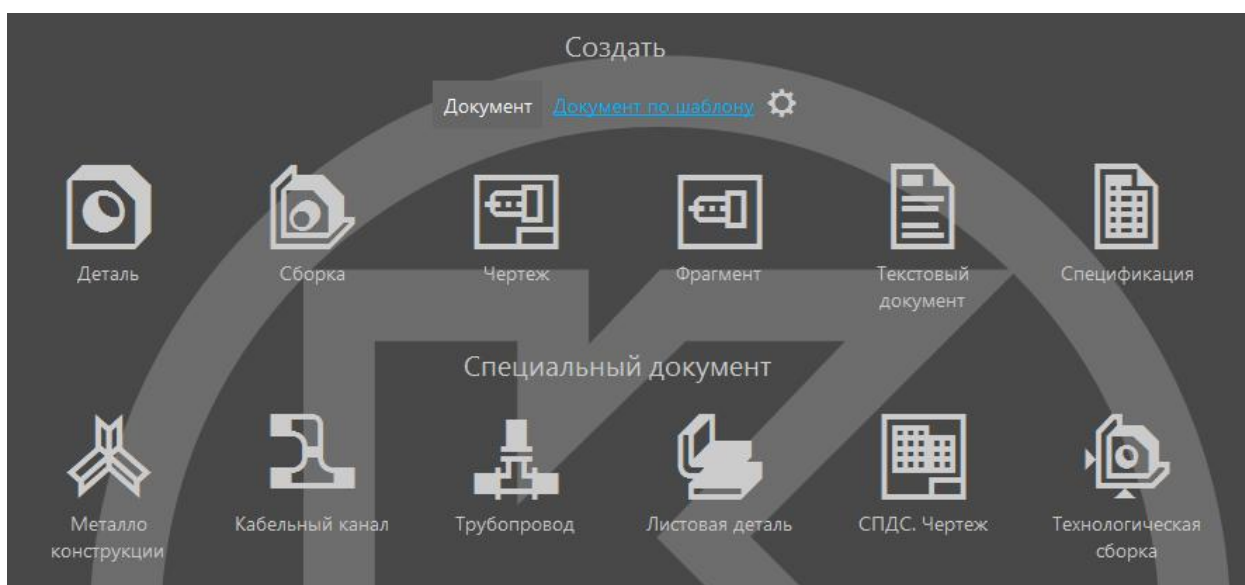

Рис. 1
- Если в системе уже открыт какой-либо документ, нажмите кнопку **Создать...**  панели **Системная** или вызовите команду **Файл — Создать....** (См. рис. 1)